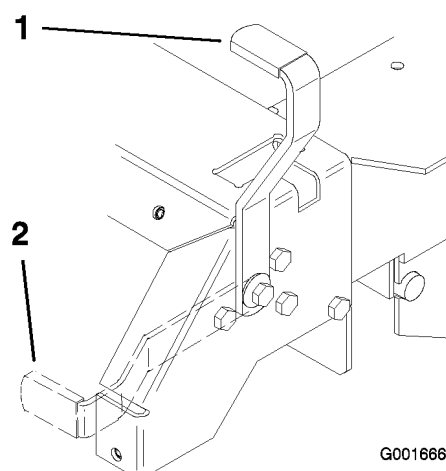

Figure 12
2. Tirez le frein de stationnement vers le haut et l'arrière pour le serrer (Figure 12). Une fois serré, le frein de stationnement ne doit plus bouger.
Poussez le levier du frein de stationnement vers l'avant et vers le bas (Figure 12) pour le desserrer.